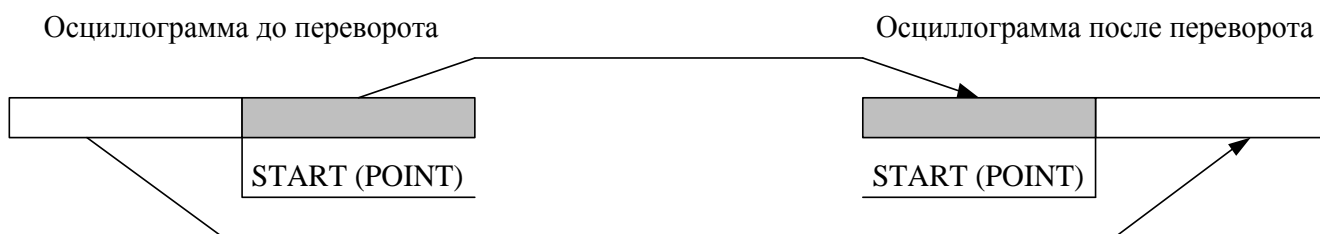

Рисунок 8.5
5. выделить искомую осциллограмму из хранилища данных осциллограмм (рисунок 8.8) и прочесть ее содержимое (при чтении осциллограммы выполняется ее переверот – рисунок 8.5);